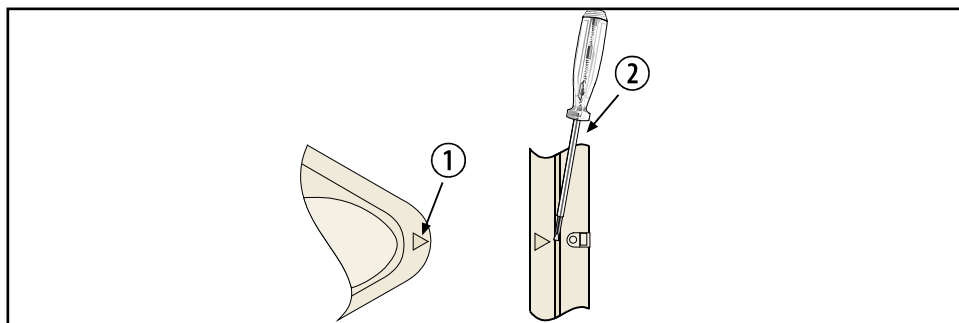

Рис. 3.1. Открытие извещателя
- Чтобы открыть извещатель, найдите стрелку на крышке извещателя. См. обозначение (1) на рис. 3.1. *Открытие извещателя.* Вставьте отвертку в выемку между крышкой и основанием. См. обозначение (2) на рис. 3.1. *Открытие извещателя.* Одна сторона крышки остается прикрепленной к основанию детектора.